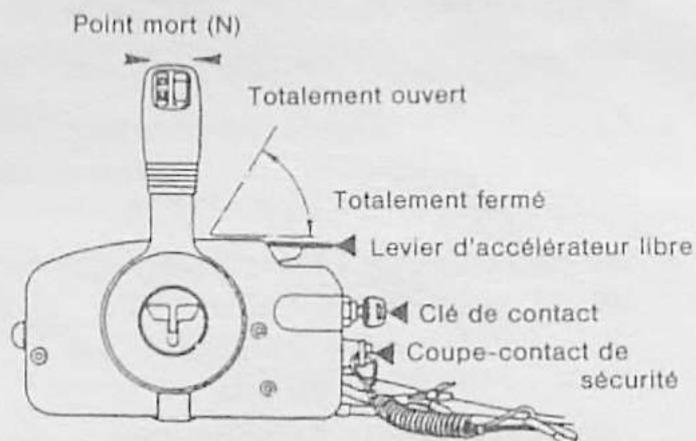

Fig. 19
- Mettre en place la fourchette d'arrêt de sécurité et le levier de commande au point neutre. (Fig. 19).